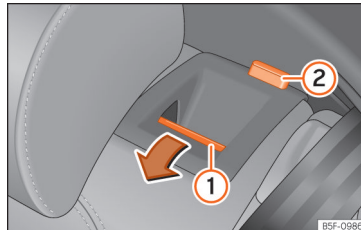

Abb. 67 Rücksitz: Rücksitzlehne vorklappen.
- Entriegelungstaste »» [Abb. 67] ① nach vorn drücken und gleichzeitig die Rückenlehne umklappen. Die Rücksitzlehne ist entriegelt, wenn die rote Markierung des Tasters ② sichtbar ist.